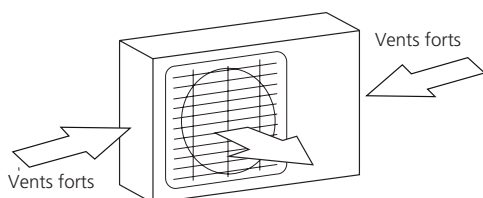

Fig. 6.1
- ❑ Si possible, assurez-vous que l'appareil est suffisamment éloigné de la propriété de vos voisins afin que le bruit de l'appareil ne les dérange pas. Si l'emplacement est exposé à des vents forts (par exemple : à proximité du littoral), l'appareil devra être placé contre le mur afin de l'abriter du vent. Le cas échéant, utilisez un auvent. (Voir les Fig. 6.1 et 6.2)